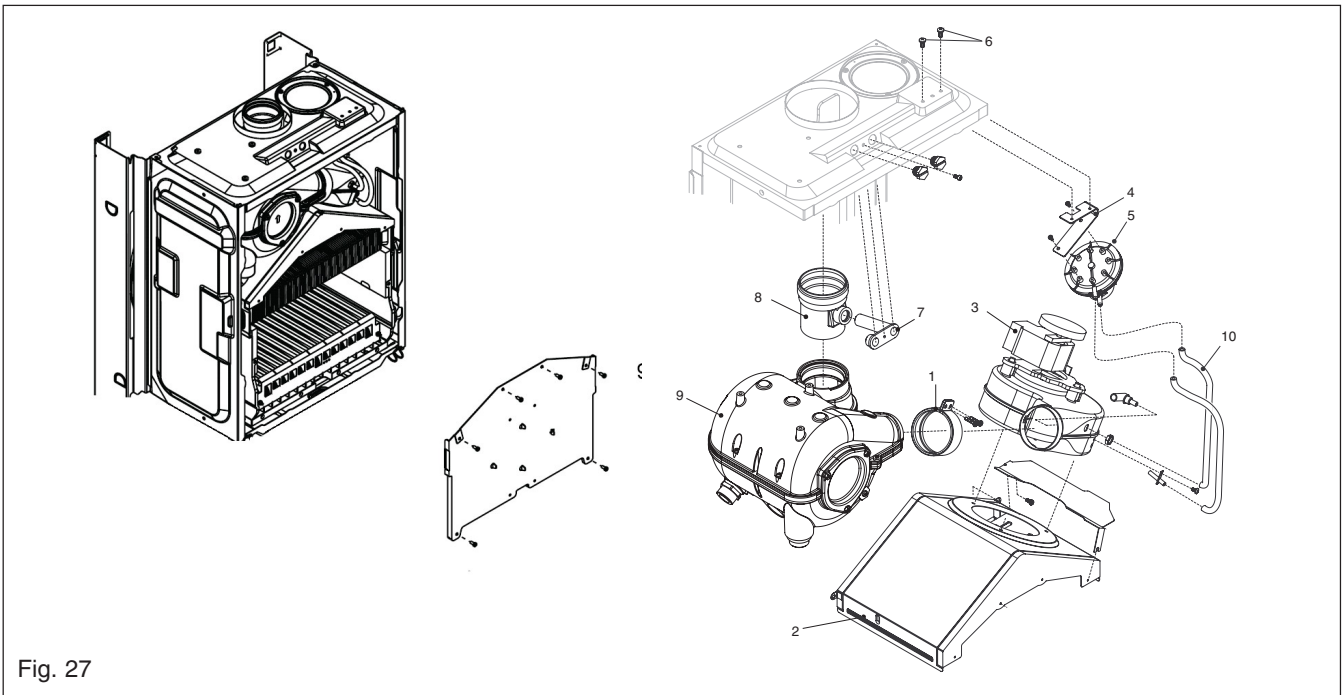

Fig. 27
**6.16 FLUE FAN fig. 27**
**6.18 AIR PRESSURE SWITCH fig. 27**
**6.17 MAIN HEAT EXCHANGER fig. 27/28**